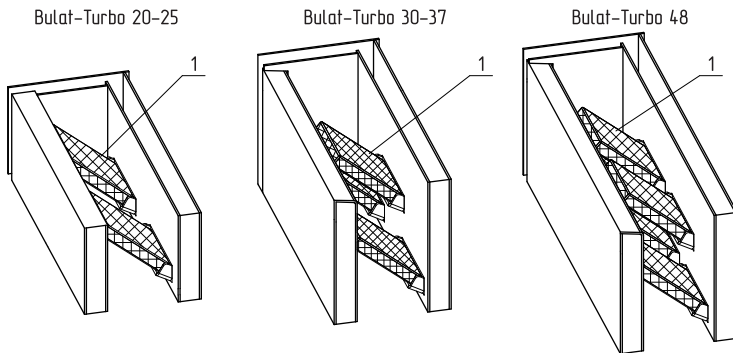

Рис.2 Схема установки шамотных кирпичей
5.9. Установка шамотных кирпичей котла показана на (Рис.2 поз.1):
- Установите шамотные кирпичи (Рис.2 поз.1) так что бы один край кирпича лежал на скобе а второй опирался на противоположную стенку котла;